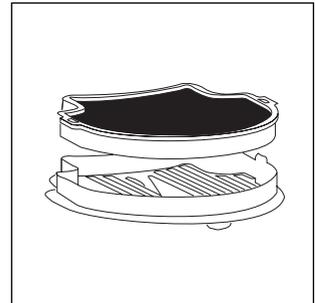

Fig. 16
- Den hinteren Filter herausziehen (Abb. 16).